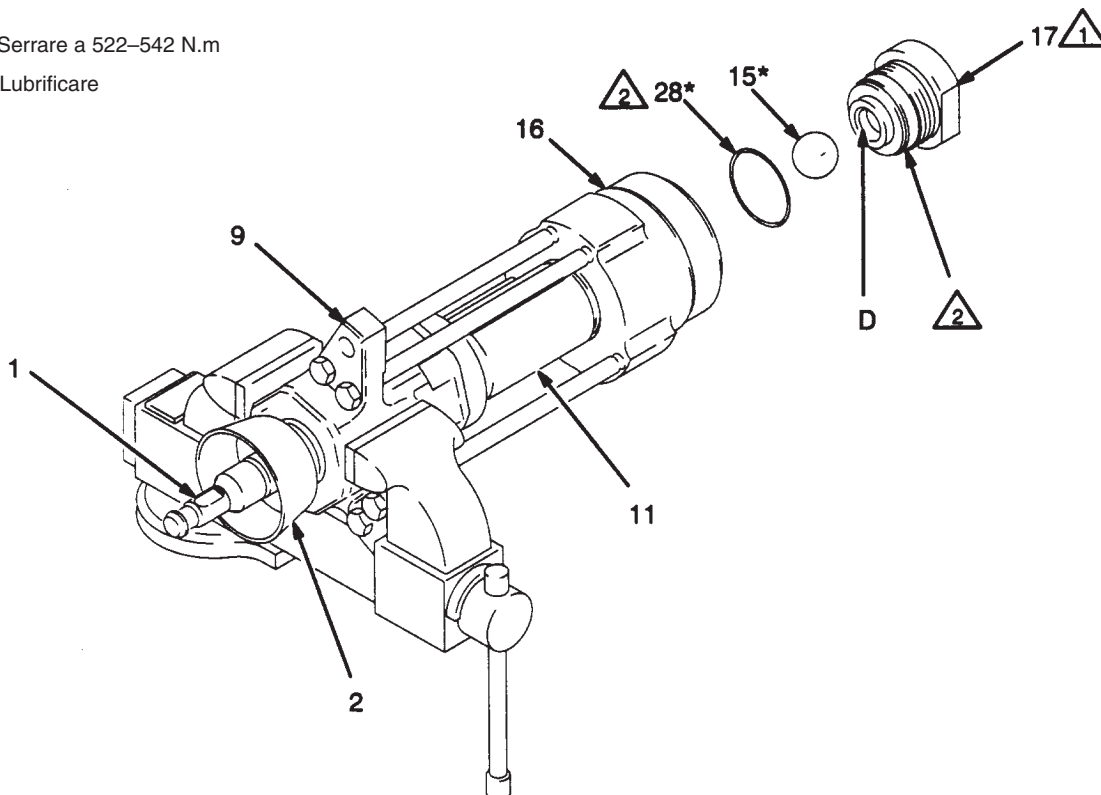

Fig. 5
1. Collocare la pompa longitudinalmente in una morsa di grandezza sufficiente, con le ganasce sull'alloggiamento d'uscita (9) come indicato in fig. 5. Con la chiave in dotazione (104) allentare, senza toglierlo, il dado premiguarnizione (2).
2. Con un pappagallo svitare la valvola d'ingresso (17) dall'alloggiamento d'ingresso (16). Attenzione a prendere al volo la sfera (15) quando si smonta la valvola d'ingresso, evitando che cada, danneggiandosi. Togliere l'O-ring (28) dalla valvola d'ingresso. Verificare la sfera e la sede (D) della valvola d'ingresso per accertarsi che non presentino tracce d'usura o danneggiamenti. Cfr. fig. 5.
11. Collocare la pompa longitudinalmente in una morsa, con le ganasce sull'alloggiamento d'uscita come indicato in fig. 5.
12. Installare l'O-ring (28\*) nella valvola d'ingresso (17). Lubrificare l'O-ring e la filettatura della valvola d'ingresso. Collocare la sfera d'ingresso (15\*) nell'alloggiamento della valvola d'ingresso (16), quindi avvitare la valvola d'ingresso nell'alloggiamento d'ingresso, stringendo a mano.
13. Con un pappagallo serrare la valvola d'ingresso (17) a 522–542 N.m. Cfr. fig. 5.
14. Serrare il dado premiguarnizione (2) a 129–142 N.m.